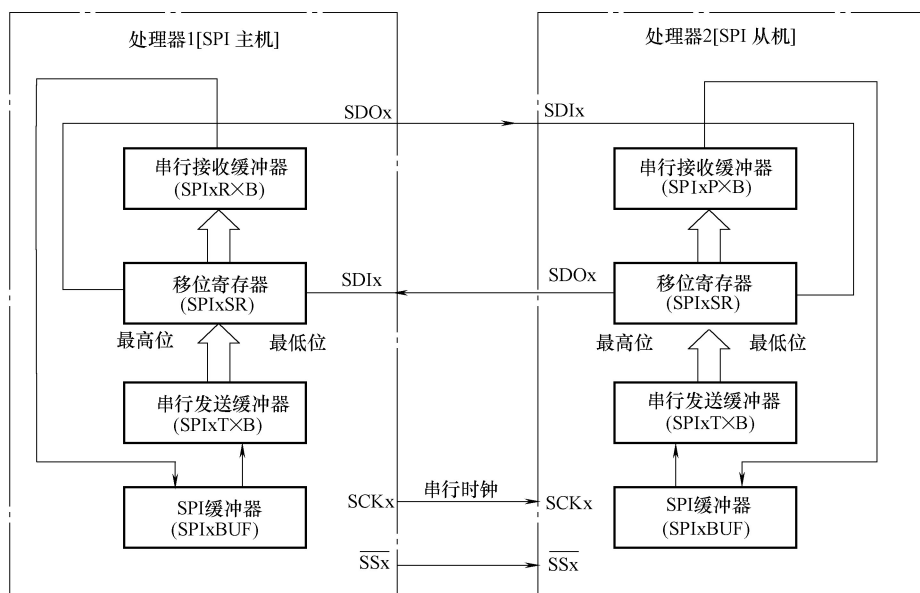

图 11-45 SPI 总线器件间传送数据框图
SPI 系统可直接与各个厂商生产的多种标准外围器件直接接口，一般使用 4 条线：串行时钟线 (SCK)、主机输入/从机输出数据线 MISO (DO)、主机输出/从机输入数据线 MOSI (DI) 和低电平有效的从机选择线 (CS)。MISO 和 MOSI 用于串行接收和发送数据，先为 MSB (高位)，后为 LSB (低位)。在 SPI 设置为主机方式时，MISO 是主机数据输入线，MOSI 是主机数据输出线。SCK 用于提供时钟脉冲将数据一位位地传送。SPI 总线器件间传送数据框图如图 11-45 所示。